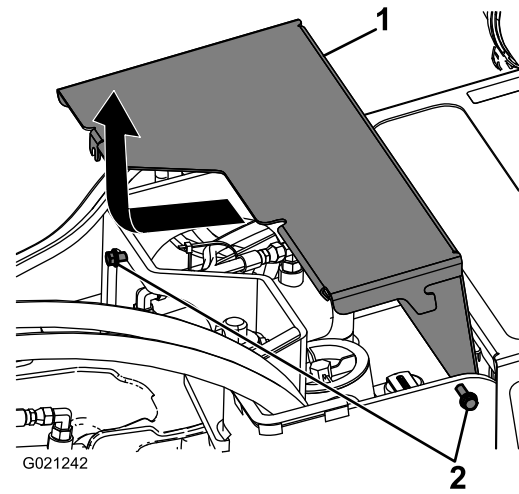

Bild 24
3. Lösen Sie die zwei Schrauben, mit denen die vordere Abdeckung an der Maschine befestigt ist (Bild 24).
4. Schieben Sie die Abdeckung etwas nach vorne und ziehen sie hoch, um sie zu entfernen (Bild 24).
5. Schieben Sie zum Anbringen der vorderen Abdeckung die vordere Abdeckung in die richtige Stellung und ziehen Sie die zwei Schrauben an, die Sie vorher gelöst haben (Bild 24).